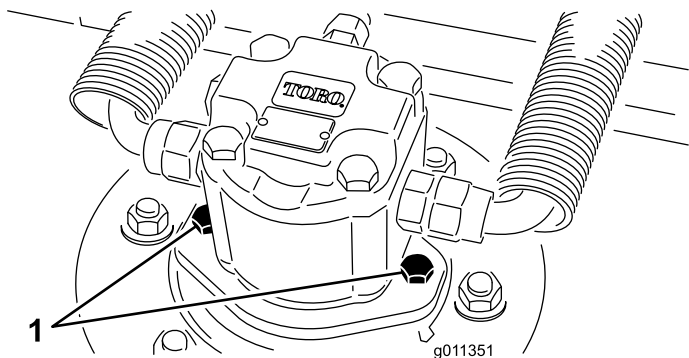

図 79
- デッキから油圧モータを外す図 79。異物がつかないように、スピンドル上部にはカバーを掛けておく。
4. デッキに油圧モータを取り付ける 図 79。Oリングを忘れずに、また、損傷させないように注意して取り付ける。